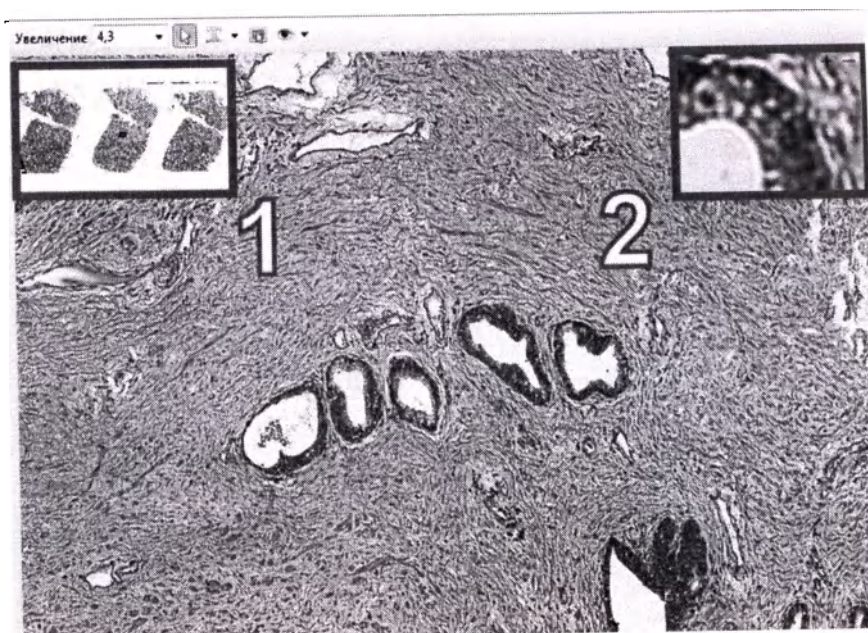

Рисунок 62 - Элементы области просмотра виртуального препарата: 1 - "Миниатюра", 2 - "Предпросмотр"
-  «Миниатюра» - отображение текущего поля зрения на общей картине виртуального препарата (поз. 1, Рисунок 62);
-  «Предпросмотр» - отображение увеличенной области виртуального препарата возле указателя мыши (поз. 2, Рисунок 62).